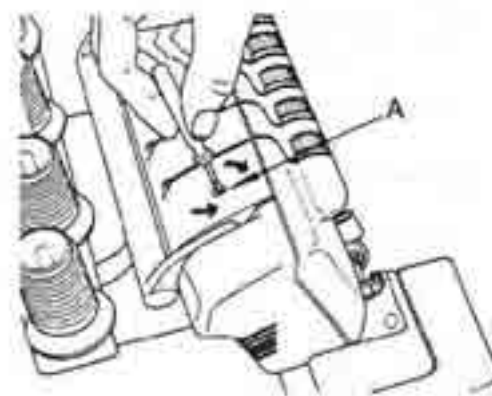
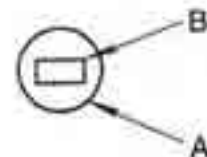

Fig. 40
Fig. 41
Introduzca el destornillador pequeño en el orificio en el lado superior de la máquina (fig. 40). Aquí se encuentra el tornillo de regulación de la presión (A). Asegurese que el destornillador agarra en la ranura del tornillo de regulación de presión (B) (Fig. 41).